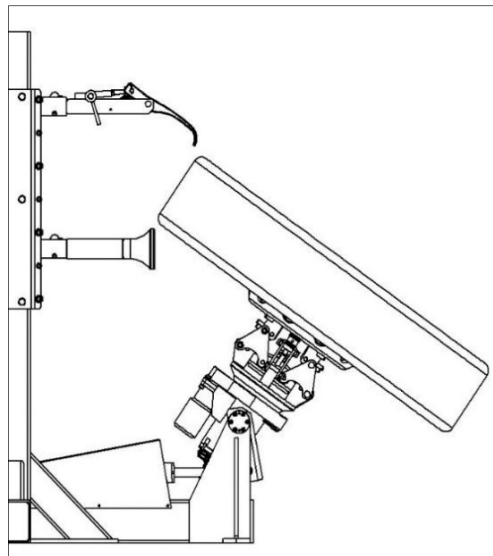

Рис. 5
8. Наклоните колесо примерно на 45° (рис. 5), установите прижимной ролик точно в направлении центрального вала. Отрегулируйте высоту установки прижимного ролика в зависимости от ширины грузового колеса.